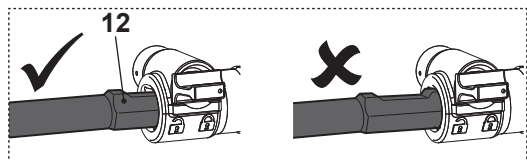

Fig. 2
- > Insérez un burin (13, 14) jusqu'à le bloquer dans le mandrin (1) avec le joint sur l'embout de l'outil (12) tourné vers le haut (Fig 2, étape 1).
- > Tirez et tournez à 180° le boulon de déverrouillage (2) pour verrouiller le burin (13, 14) (Fig2, étapes 2, 3).
- > Assurez-vous que le burin soit fermement fixé dans le mandrin (1). Tirez le burin pour vérifier qu'il soit logé fermement dans le mandrin.